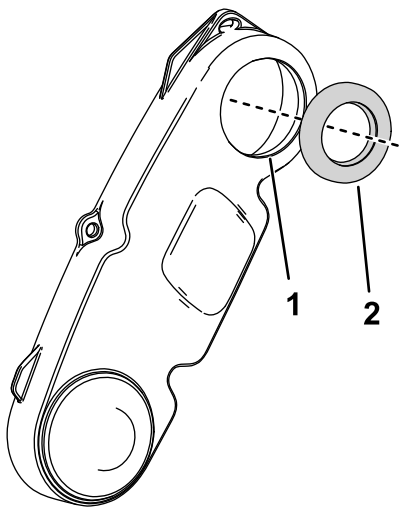

Figura 3
6. Introduzca la junta a presión en la tapa delantera de la transmisión del molinete hasta que esté a ras (Figura 3).